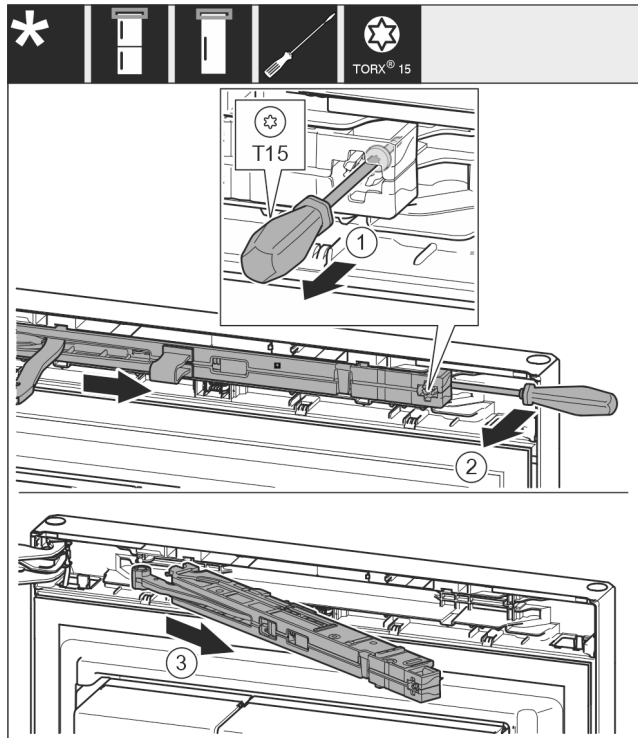

Fig. 11
- Lironi vidën Fig. 11 (1) në njësinë e amortizatorit të mbylljes me kaçavidë 14 mm.
- Ngrini lart nga përpara njësinë e amortizatorit të mbylljes Fig. 11 (2) në anën e dorezës me një kaçavidë.
- Nxirrni jashtë njësinë e amortizatorit të mbylljes Fig. 11 (3).